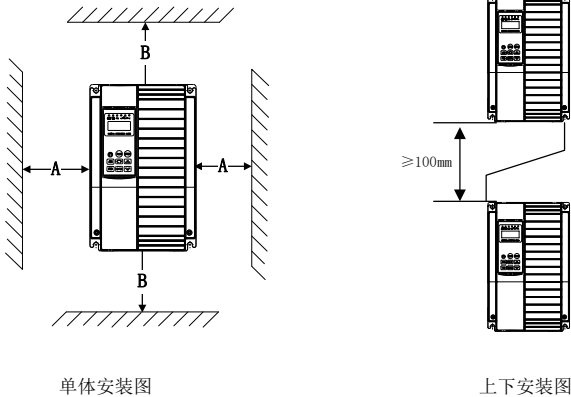

图 3-1 MZ510 安装示意图
- 1) 请垂直安装变频器，便于热量向上散发。但不能倒置。若柜内有较多变频器时，最好是并排安装。在需要上下安装场合，请参考图 3-1 的示意，安装隔热导流板。
- 2) 安装空间遵照图 3-1 所示，保证变频器的散热空间。但布置时请考虑柜内其它器件的散热情况。